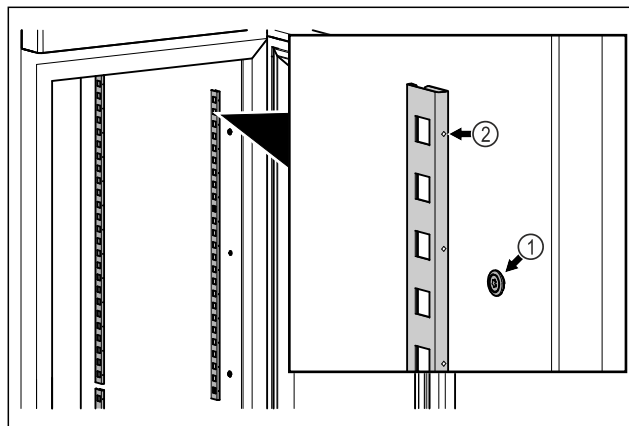

Fig. 17 Atvaizdo pavyzdys
- ▶ Įkabinkite fiksavimo juosteles į pakabą Fig. 17 (1). Žyma Fig. 17 (2) turi būti nukreipta į priekį.